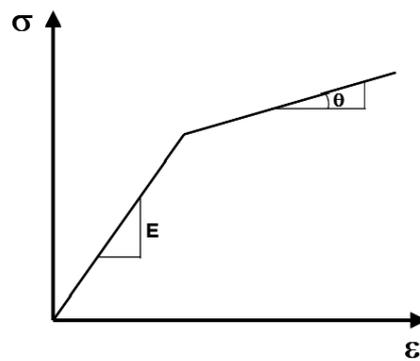

Figura 2: Modelo de material bilineal elasto-plástico.
- Cilindro interior: Material bilineal (Figura 2) con las siguientes propiedades: E_1 , ν_1 , σ_{y1} , módulo tangente $tg\theta_1$.
- Cilindro exterior: Material bilineal (Figura 2) con las siguientes propiedades: E_2 , ν_2 , σ_{y2} , módulo tangente $tg\theta_2$.